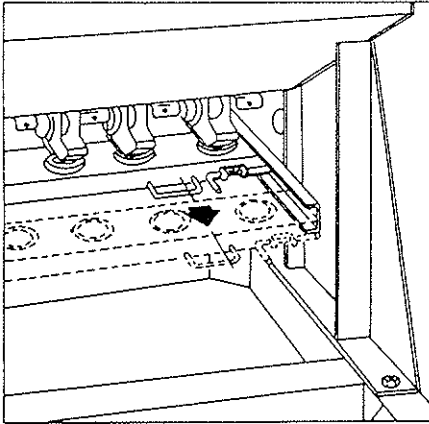

Fig. 1
**UNO.-** Paso estrecho, espolones pequeños para semillas finas (Fig. 1).
A) Modificar la apertura inferior de la trampa según el tamaño de la semilla (Fig. 1, 2 y 3).
**PRIMERO.**- Deslizar la barra portaboquillas hacia delante, soltando los gatillos que la mantienen en su posición de trabajo, hasta la posición para colocar la bandeja (Fig. 1).